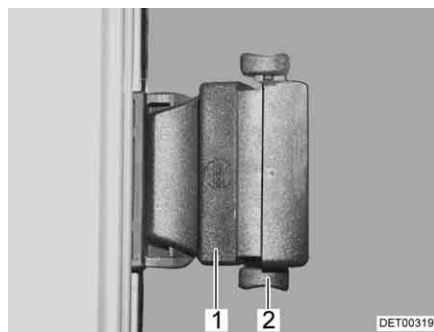

Bild 81 Skjutfönster med trycklås
- Tryck upp låset (Bild 81,2).
- Tryck handtaget (Bild 81,1) och skjut det samtidigt framåt eller bakåt.